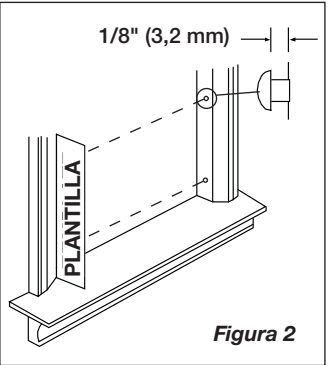

Figura 2
1. Marque la posición de los agujeros para los Tornillos en los bordes interiores del marco de la ventana utilizando el Patrón suministrado. *(Figura 2)*